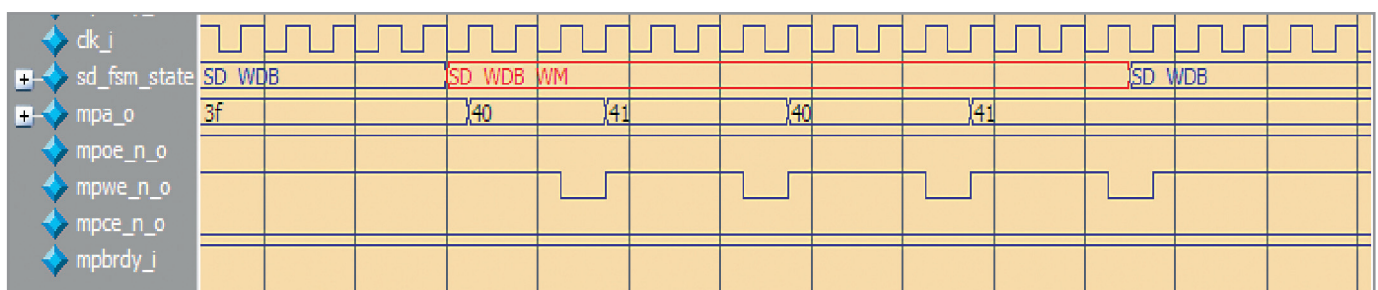

Рис. 5. Симуляция работы конечного автомата контроллера CF
*cmd\_i == CMD\_WDB* команда записи буфера данных в адресное пространство контроллера System ACE. Так же как и для операции чтения, буфер записи в этом случае представляет собой память типа FIFO, расположенную по адресам 7'h40 – 7'h5F. При этом запись происходит только по адресам 7'h40 и 7'h41. После записи байта по адресу 7'h41 происходит автоматический сдвиг памяти FIFO, и следующий байт вновь записывается по адресу 7'h40. В состоянии *SD\_WDB* автомат считывает одно 32-битное слово на шине Wishbone и затем переходит в состояние *SD\_WDB\_WM*, в котором происходит запись этого слова в память FIFO контроллера System ACE. Адресные линии во время этого цикла будут принимать значения 7'h40 – 7'h41 – 7'h40 – 7'h41, как это видно по результатам симуляции (см. рис. 5). После записи одного слова автомат вновь переходит в состояние *SD\_WDB* и считывает следующее слово с шины Wishbone. Цикл продолжается до тех пор, пока не будет записан хотя бы один буфер данных – 32 байта. Но возможна передача и большего количества буферов за одну команду. После завершения цикла записи буферов автомат переходит в состояние *SD\_WDB\_WB*. В этом состоянии контроллеру UART передаётся слово, содержащее статус операции записи. В случае успешного завершения операции передаётся слово *C\_PATTERN = 32'b00000002*. В случае ошибки передаётся слово *TO\_PATTERN = 32'b00000001*. Так же, как и в случае чтения буфера, необходимо, чтобы память FIFO контроллера System ACE была в состоянии